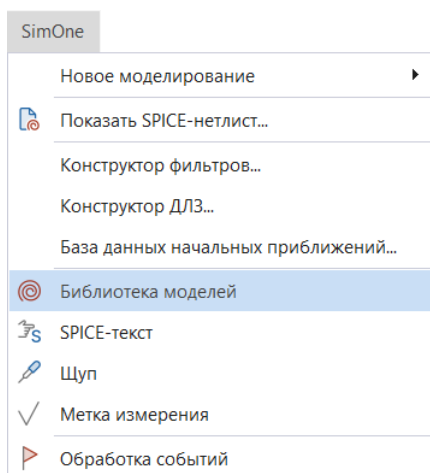

Рис. 34 Вызов панели «Модели» из главного меню «SimOne»
2. Через главное меню «SimOne» → «Библиотека моделей», см. Рис. 34.